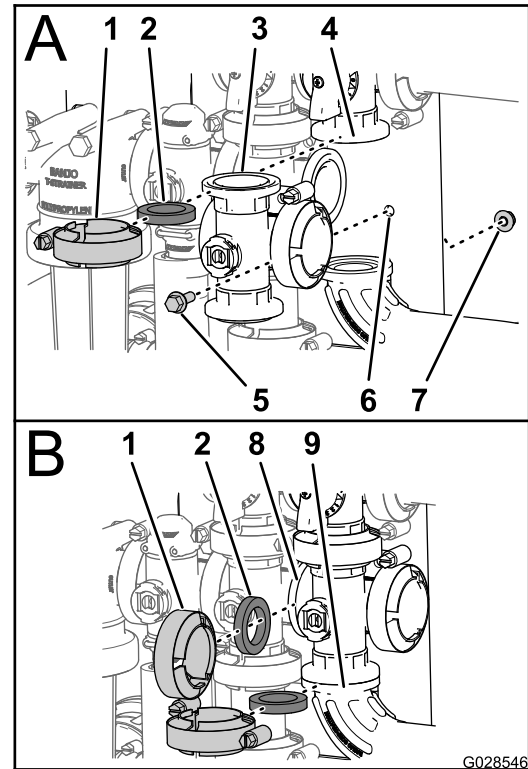

図 103
5. マスターブームバルブマニホルドのフランジ、ガスケット、フランジ付き 90° エルボを整列させる フローメータ用のホースの端部 図 103 のBを参照。